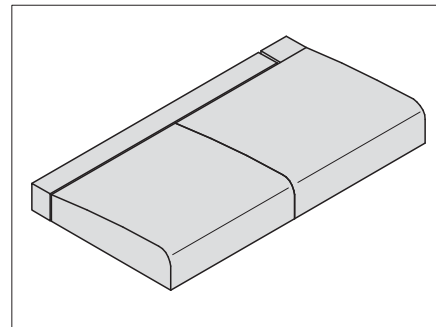
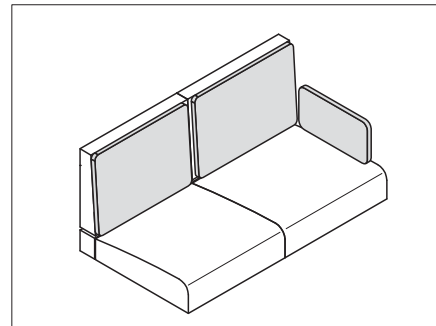

Bild 189 Positionera säten
Bild 191 Dynor för ryggstöd
- Lägg på sits-, ryggstöds- och extradynor så som visas på Bild 189 till Bild 191.